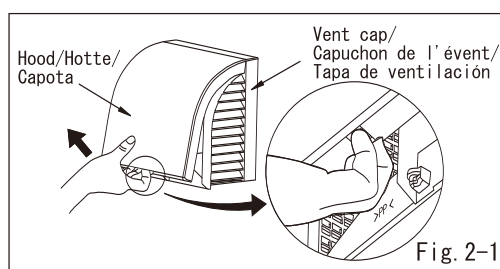

Fig. 2-1
- (2) Take off the Hood as Fig. 2-1.
Retirez la hotte comme dans la fig. 2-1.
Saque la Capota como se muestra en la Fig. 2-1.